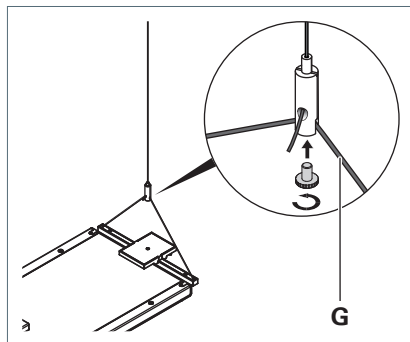

Fig. 12: Mittel- oder Endleuchte an Drahtseilhalter befestigen.
- Schieben Sie das Drahtseil **G** der Leuchte in den Drahtseilhalter, siehe Fig. 12.